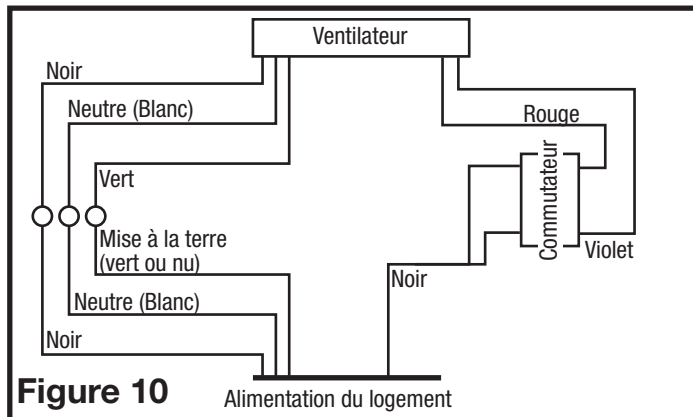

Figure 10
3. Fixez les fils électriques au logement avec une prise électrique approuvée. Pour les ventilateurs à deux vitesses, raccordés pour une ventilation continue, connectez le fil blanc du ventilateur au fil blanc (neutre) de la source d'alimentation. Connectez le fil de terre de la maison au fil vert du boîtier du ventilateur. Connectez le fil noir du ventilateur au fil noir (chaud) de la source d'alimentation. Le ventilateur fonctionnera à faible vitesse, en continu, et augmentera à haute vitesse lorsqu'un mouvement est détecté. Utilisez un interrupteur à bascule standard duplex, correctement mis à terre (comme Leviton 5224-2W, non inclus) pour relier le fil noir de la source d'alimentation à un côté de l'interrupteur du haut et du bas. Connectez le fil rouge (lumière) du boîtier du ventilateur à l'autre côté de l'interrupteur du haut et connectez le fil violet (veilleuse) du boîtier du ventilateur à l'autre côté de l'interrupteur du bas. Un interrupteur à commande manuelle (non inclus) peut être utilisé pour éteindre manuellement le ventilateur (Figure 10).